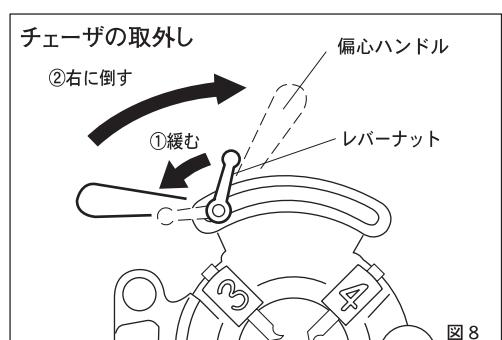

図8
■ チェーザの取外しかた(図8)
- 偏心ハンドルを図8矢印①の方向に倒して、レバーナットをゆるめ、偏心ハンドル部を左端へぱいの位置までよせてください。これで3番と4番のチェーザが取外せます。
- 次に偏心ハンドルを図8矢印②の方向に倒すと、チェーザがダイヘッドの中心に向かって入ります。